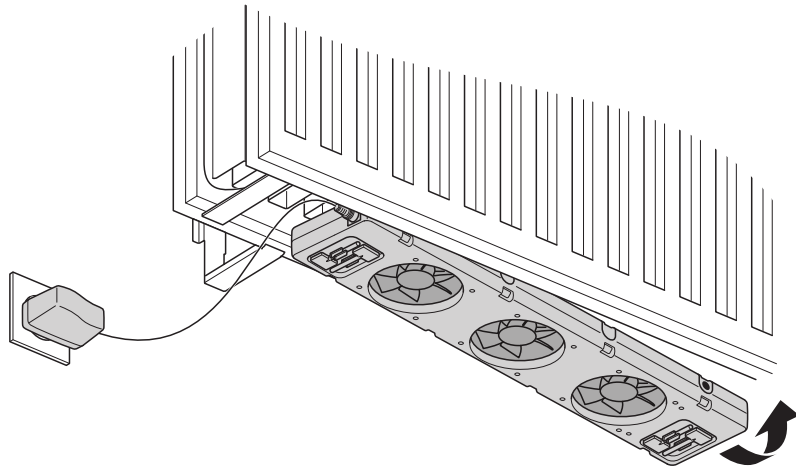

Abb. 2 – Befestigung des SpeedComfort (A).
2. Bestimmen Sie eine Stelle, an der die Wandhalterungen und Befestigungen des Heizkörpers nicht im Weg sind. Befestigen Sie den **SpeedComfort (A)** an der Unterseite zwischen den Heizkörperplatten mit den **verstellbaren Magneten (B)** (siehe Abb. 2). Der **SpeedComfort (A)** kann auch an der Oberseite des Heizkörpers unter einer Abdeckkappe montiert werden.